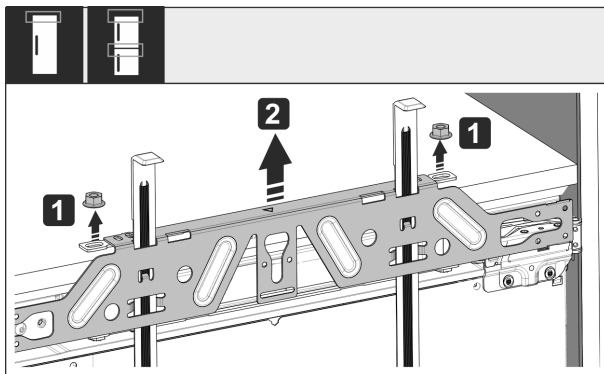

Fig. 53
- ▶ Avaa vastamutterit Fig. 53 (1).
- ▶ Irrota asennuskehys Fig. 53 (2).